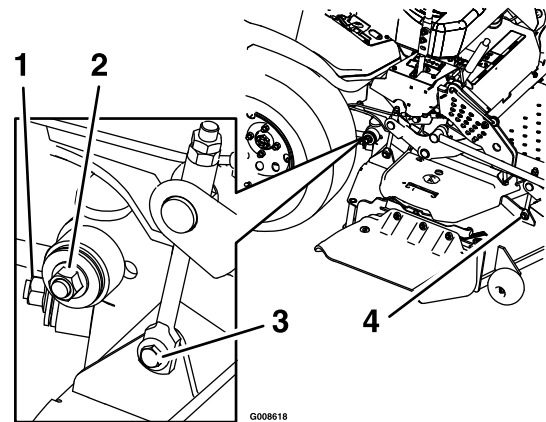

Figura 29
6. Retire y guarde los herrajes de ambos lados de la plataforma, según se muestra en Figura 29.